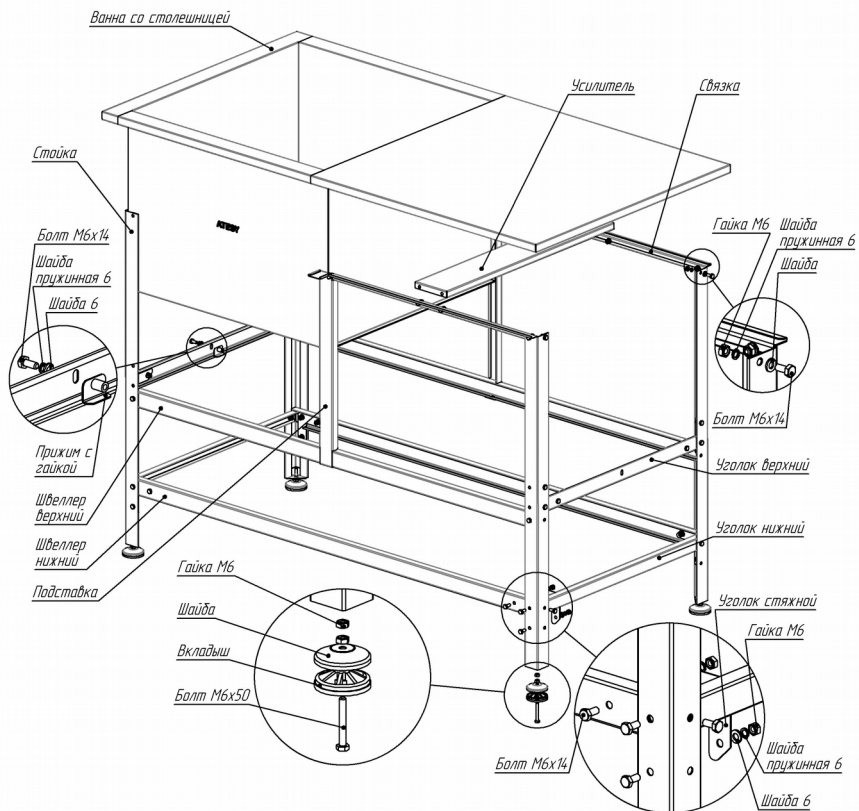

Рис. 1 Схема сборки ВСМС.
2.3. Собрать каркас ванны соединив между собой стойки, уголок верхний, уголок нижний, швеллер верхний, швеллер нижний, подставку, уголок и усилитель при помощи уголков стяжных, болтов М6х14, гаек М6, шайб, шайб пружинных без затяжки как показано на рис. 1.